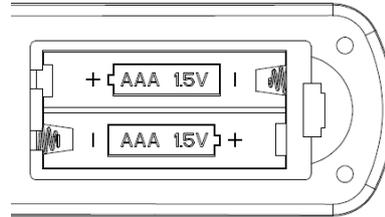

Fig. 11
- Il telecomando è alimentato da 2 batterie AAA da 1,5 V. Rimuovere il coperchio del vano batterie sul retro del telecomando e inserire 2 batterie AAA. Assicurarsi di rispettare la polarità indicata all'interno del vano batterie (Fig. 11).